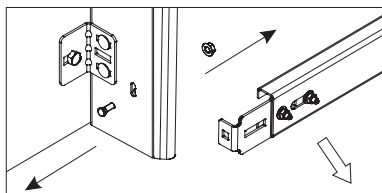

Рис. 11
- 8)** демонтировать мерную планку, для чего отвернуть гайки нижних пресс-болтов и извлечь их (рис. 11).